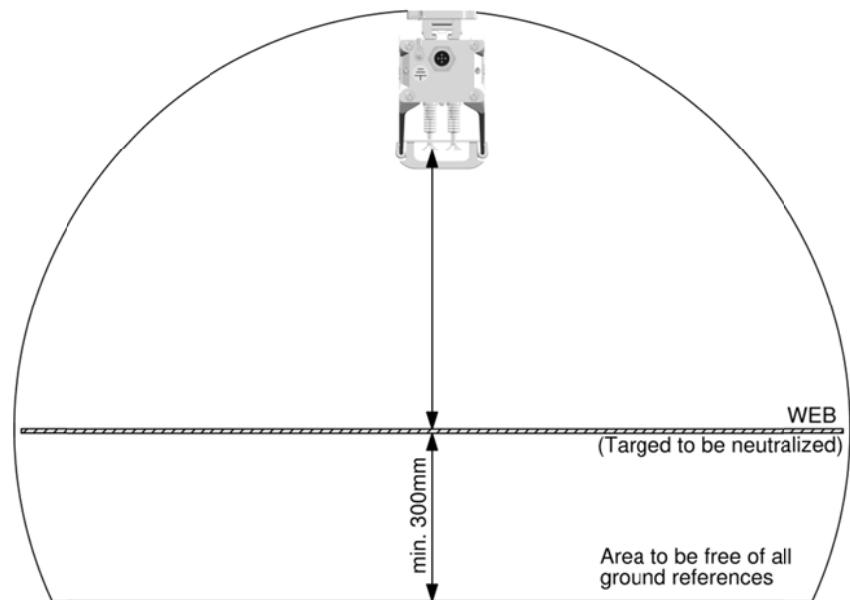

Figure 3
- Pour un résultat optimal, la barre antistatique doit être installée conformément à la Figure 3